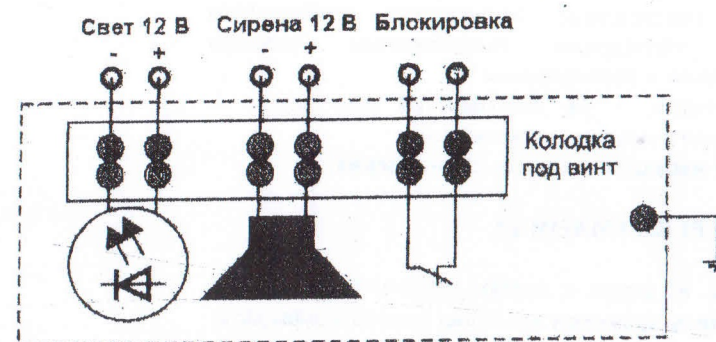

Рис.1 Схема подключения оповещателя ССУ-1
- подключить оповещатель к прибору, согласно схемы рис.1